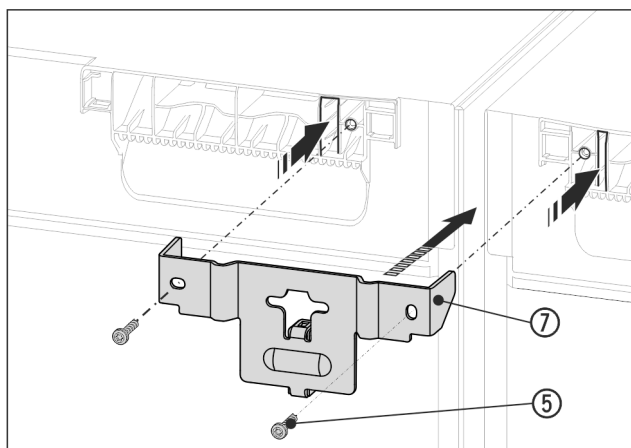

Fig. 15 Beispielhafte Darstellung
- Winkel Fig. 15 (7) mit dem Distanzstück zwischen die Geräte und mit den Laschen in die Gerätedecke schieben. Mit 2 Schrauben Fig. 15 (5) festschrauben.